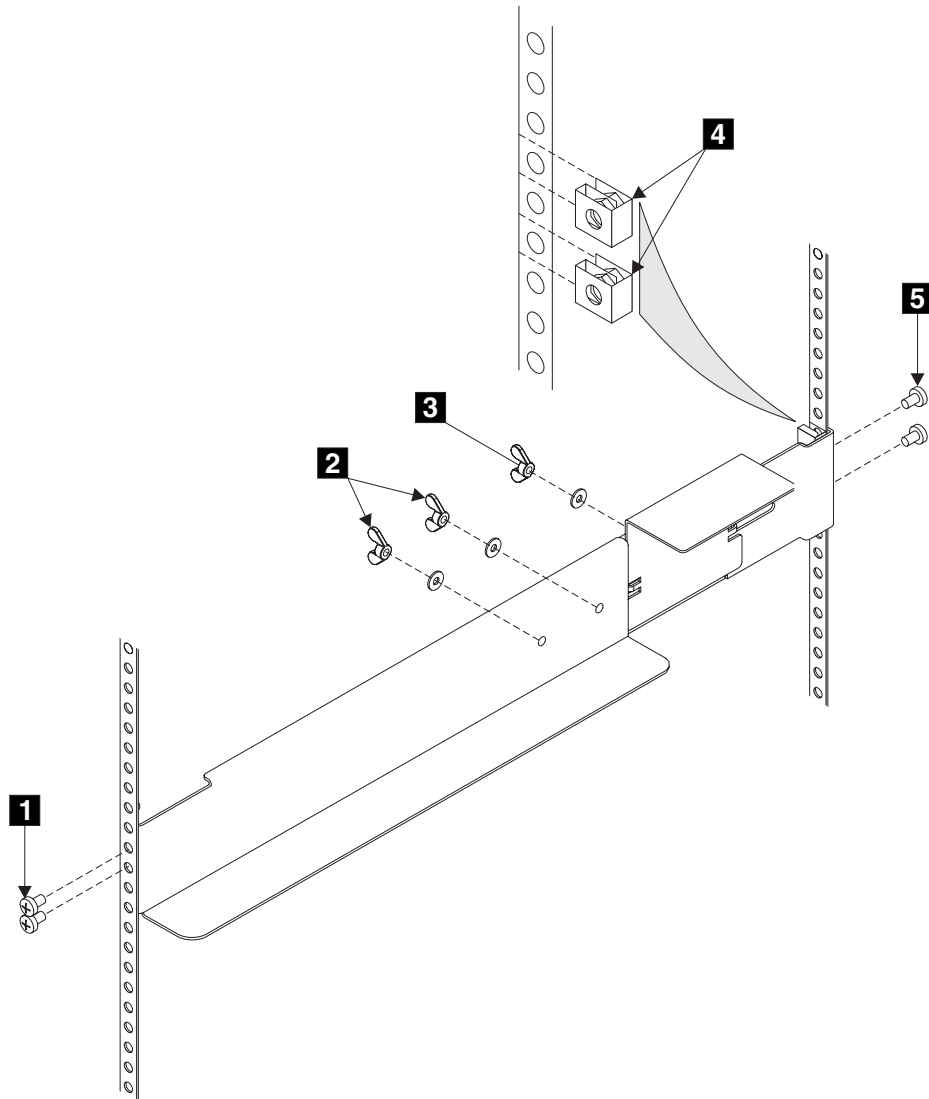

図 29. 2145 UPS 用サポート・レールのラックへの取り付け
1. ナット・クリップ **4** をラックに取り付けます (74 ページの図 29 を参照)。これらのナット・クリップは、サポート・レール・フランジの 2 番目と 4 番目の穴に位置が合っている必要があります。